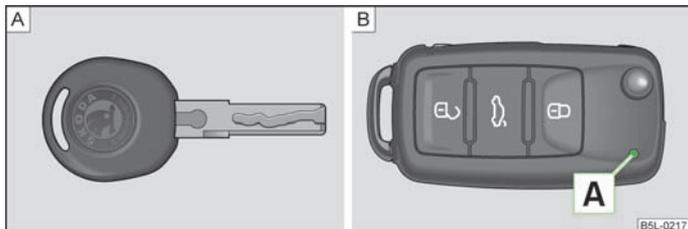
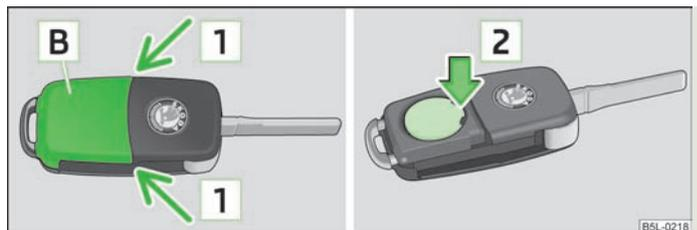

Fig. 8 Clé sans télécommande/clé avec télécommande (clé à radiocommande)
Fig. 9 Clé à radiocommande - enlever le couvercle/sortir la pile
Deux clés sont livrées avec le véhicule. Selon l'équipement, votre véhicule peut être doté de clés sans radiocommande » fig. 8 - [A] ou avec radiocommande » fig. 8 - [B].
Chaque clé à radiocommande possède une pile placée sous le couvercle [B] » fig. 9. Lorsque la pile est déchargée, le voyant rouge [A] ne clignote pas après un appui sur une touche de la clé à radiotélécommande » fig. 8. Nous vous recommandons de ne faire remplacer les piles de clés que par un concessionnaire ŠKODA. Procédez comme suit si vous souhaitez néanmoins remplacer vous-même une pile déchargée :
- Poussez le cache de la pile avec le pouce ou un tournevis plat au niveau des flèches [1] » fig. 9.